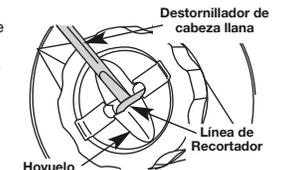

Fig. 20
2. Usando un destornillador de cabeza llana, inserte la extremidad en la línea hoyuelo y apenas bajo porción expuesta de la línea (Fig. 20)